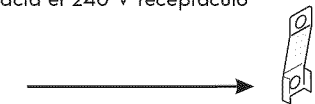

Figura 4
NOTA: La cocina corrediza eléctrica viene de fabrica con un agujero de diámetro 1 1/8" (2.9 cm) como se muestra en la figura 4. Si un agujero mas grande es necesario retire la arandela de la precortada.
3. Utilizar las tuercas suministradas en el paquete de la literatura para conectar el alambre de tierra (verde) del cable de bronce del suministro eléctrico al armazón del electrodoméstico con el tornillo de la base, usando el hoyo del armazón por donde retiró la correa de la base (vea figura 4).